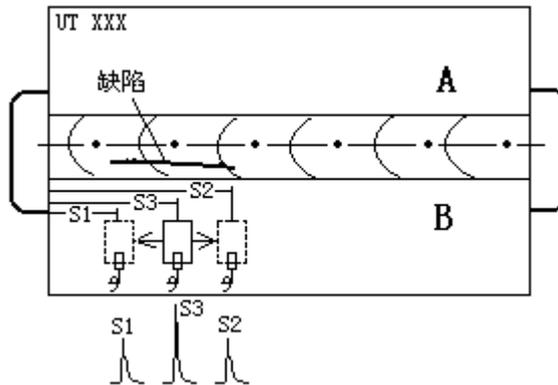

图 5
3) 测量缺陷的长度。如图 5，在找到缺陷最高波并使得最高波置于屏幕 80%高度后，分别左右平行移动探头，使得回波均降至最高波的一半即 40%，记录下缺陷的左边界 S1，缺陷的右边界 S2，以及缺陷的长度 S2-S1（注：如果缺陷有多个高点应使用端点半波高度法侧长）